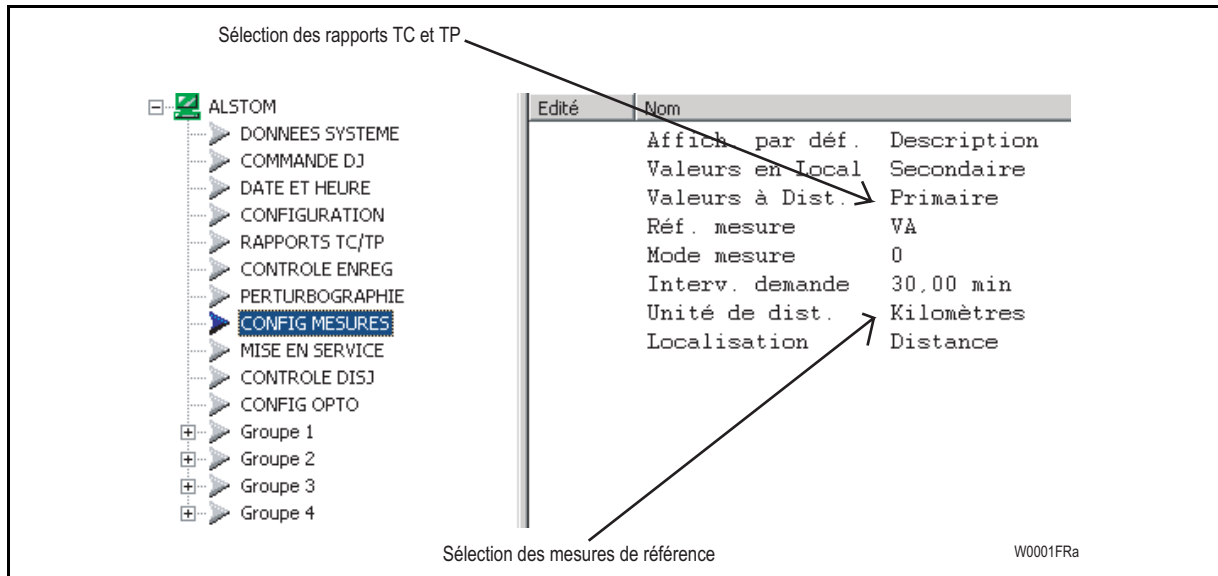

FIGURE 3
- Ou valeurs primaires (contrôle des rapports TP & TC) – si sélectionnées sous MiCOM S1 – Voir figure 3.